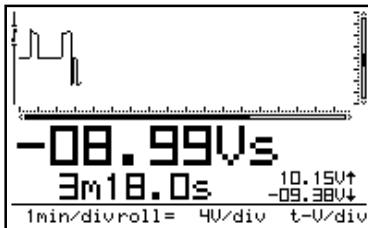

Fig 46
“roll” = Roll-mode, available for timebases of 1s/div or slower. Sampling is continuous and the screen starts rolling as soon as it is full. Use this position for “recording” slow moving dc signals. (Fig 46)
**“roll”** = Roll stand, beschikbaar voor tijds-basisissen van 1s/div en trager. Bemonstering is continu en de rolbeweging begint wanneer het signaal het hele scherm bezet. Gebruik deze positie voor het opnemen van traag lopende DC signalen (**Fig 46**).
**“roll”** = Le mode "Roll" est limité aux vitesses de balayages de 1s/div. ou moins. L'échantillonnage est permanent et, une fois l'écran rempli, l'affichage commence à défiler horizontalement. Utilisez ce mode pour "enregistrer" des signaux continus dont la valeur évolue lentement (**Fig. 46**)
- Pour les vitesses de balayage de 1s/div. ou moins, le couplage d'entrée se fait seulement en continu (DC).
**„roll“** = Der Roll Modus ist bei Zeitbasen 1s/div oder weniger möglich. Es wird kontinuierlich aufgenommen. Der Bildschirm wird verschoben, sobald die Welle sein Ende erreicht. Benutzen Sie diese Einstellung um langsame DC Signale darzustellen (**Abb. 46**)